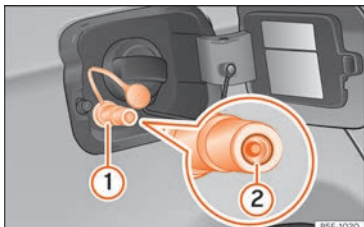

Abb. 305 Geöffnete Tankklappe: Gas-Einfüllstutzen ①, Dichting des Einfüllstutzens ②.
- Öffnen Sie den Gas-Einfüllstutzen » » **Abb. 305 ①.**